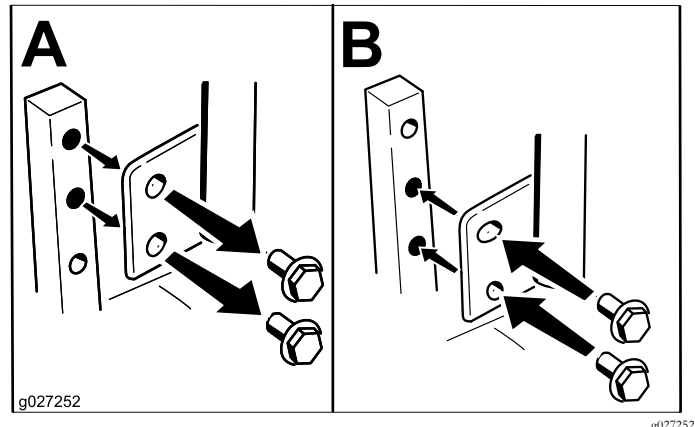

Figure 13
Vous pouvez régler la hauteur des leviers de commande de déplacement de manière à obtenir un confort maximum (Figure 13).
2. Desserrez le boulon inférieur jusqu'à ce qu'il soit possible de pivoter le levier de commande en avant ou en arrière (Figure 13).